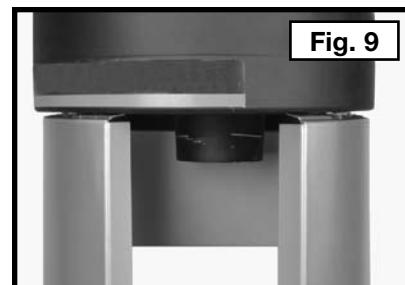

Fig. 9
7. La Fig. 9 muestra el soporte colocado en los soportes laterales.